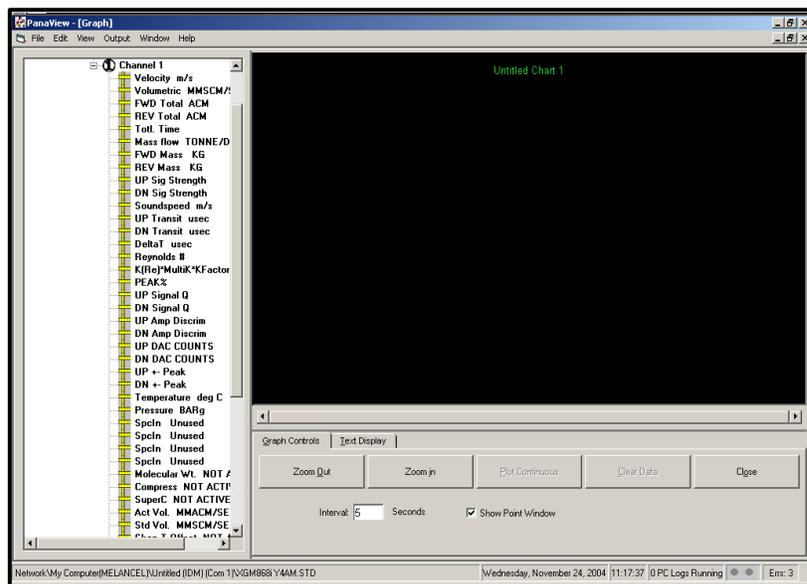

Figura 4: Ventana Gráfico
3. Mediante el menú *Window (Ventana)*, organice las ventanas abiertas en el formato deseado. Para esta discusión, la Figura 4 muestra la Ventana Gráfico en su tamaño maximizado (pantalla completa).